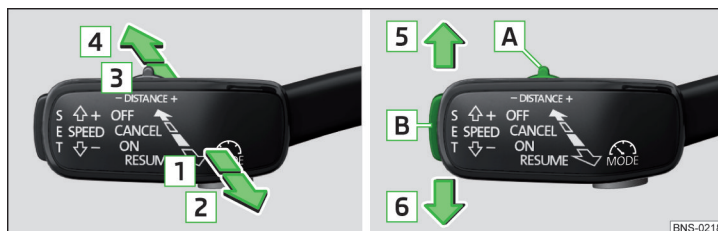

Fig. 283 Palanca de mando
Vista general de las funciones de la ACC que se manejan con la palanca » fig. 283
- Pulse **SET** » **fig. 283 de la pág. 250**.
- **o:** Ajustar la palanca en la posición con resorte **RESUME** » **fig. 283 de la pág. 250**.
- Ajuste la palanca en la posición con resorte **CANCEL** » **fig. 283 de la pág. 250**.
La velocidad deseada se ajusta o se cambia con la palanca de mando » **fig. 283 de la pág. 250**.
» Ajuste el conmutador **DISTANCE** en la posición con resorte - o + » fig. 283 de la pág. 250.
Se puede interrumpir una aceleración en todo momento pisando el pedal de freno o pulsando el punto de presión **CANCEL** en la palanca de mando » fig. 283 de la pág. 250.